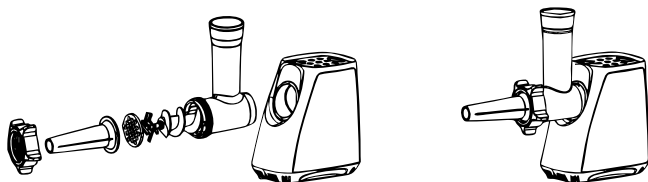

Рис. 11
7.4.2 Зафиксируйте конструкцию с помощью фиксирующего кольца, как указано на рис. 11. Не затягивайте кольцо слишком туго.